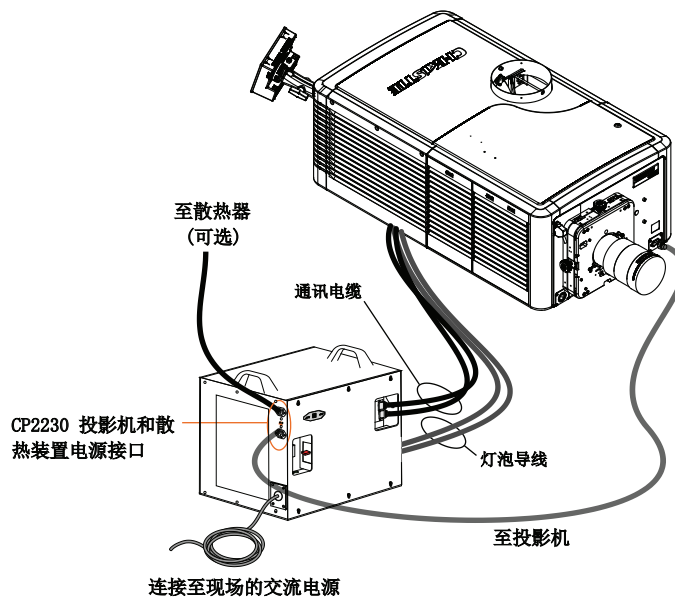

图 2-15
5. 使用 LPS 随附的电源线，将其一端连接至标有“仅限 CP2230 数字电影放映机”的电源接口，另一端连接至数字电影放映机前镜头框的插头（图 2-15）。**警告！** 如果选择使用电源接口为 CP2230 数字电影放映机和 / 或散热装置供电，则必须正确端接电源接口接线盒，以确保 200-240 伏的交流输出。这些接口通过电源接口断路器进行控制。请参阅数字电影放映机随附的互连图。